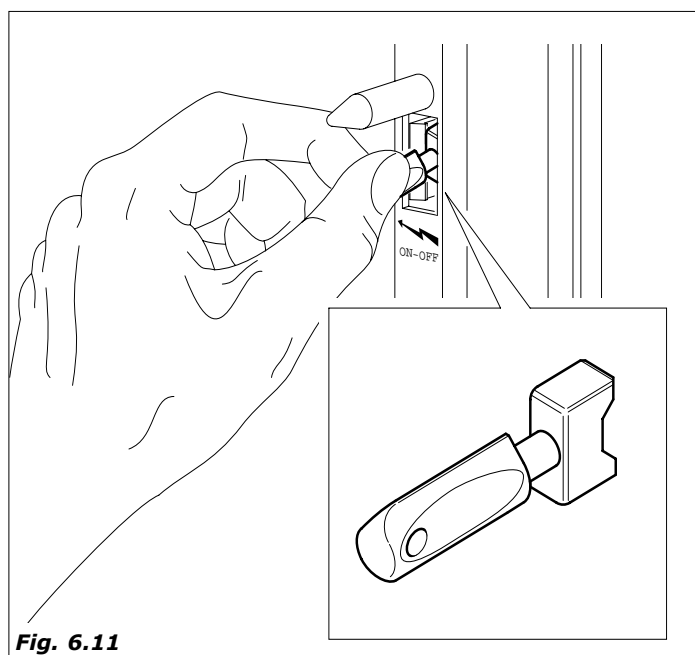

Fig. 6.11
- Para los casos en que es necesario trabajar con la puerta abierta y la máquina conectada, es posible, para el técnico instalador, trabajar de esta forma, introduciendo y girando 90° la llave especial de plástico en el interruptor de puerta del distribuidor automático (Fig.6.11).